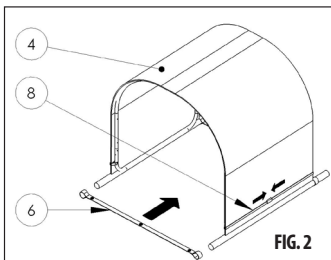
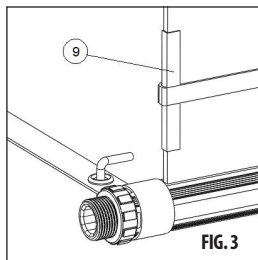

FIG. 2
FIG. 3
- 2) Doble el panel a través del marco de soporte e inserte en los extremos de los tubos las cintas de anclaje (6) (FIG. 2). Para asegurar el panel sirven las correas con acoplamientos (8) instaladas en el marco según el punto anterior. En el punto del paso del cinto a través del borde del panel use los dispositivos de protección para evitar un daño del borde del panel (FIG. 3).